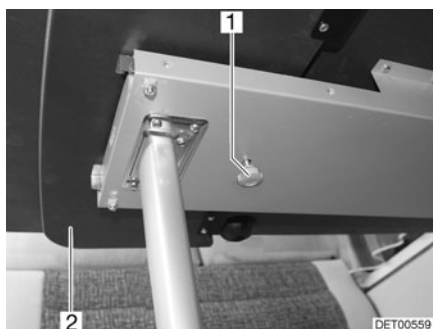
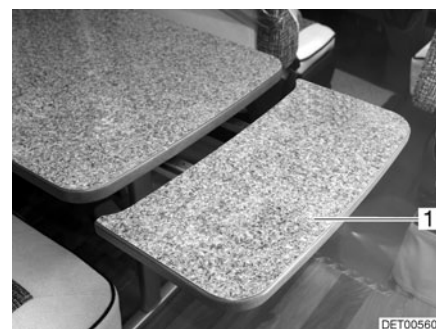

Fig. 77 Verrouillage de la rallonge de table
Fig. 78 Rallonge de table
- Desserrer la vis moletée (Fig. 77,1).
- Faire entièrement sortir la rallonge de table (Fig. 77,2) (Fig. 78).
- Faire opérer un arc de cercle vers le haut à la rallonge du plateau de table (Fig. 78,1). La rallonge du plateau de table affleure au plateau de table.
- Tirer à fond la rallonge du plateau de table (Fig. 78,1) dans le sens opposé au plateau et la pousser vers le bas en forçant la résistance des ressorts de retenue. La rallonge du plateau de table descend en opérant un arc de cercle (Fig. 78).
- Serrer la vis moletée (Fig. 77,1).